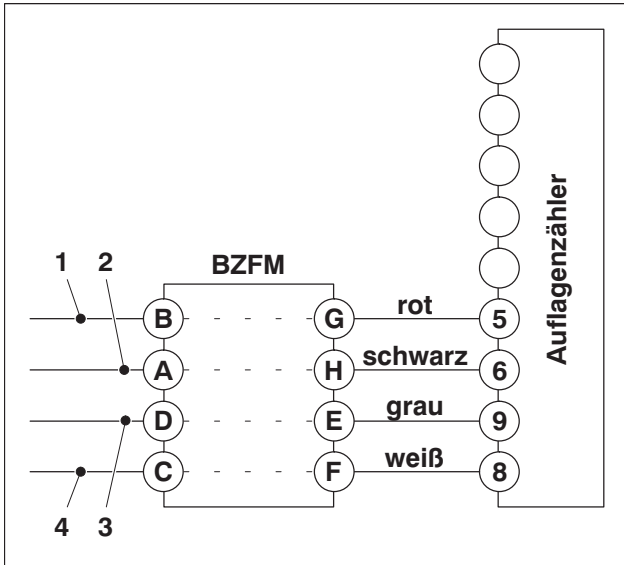
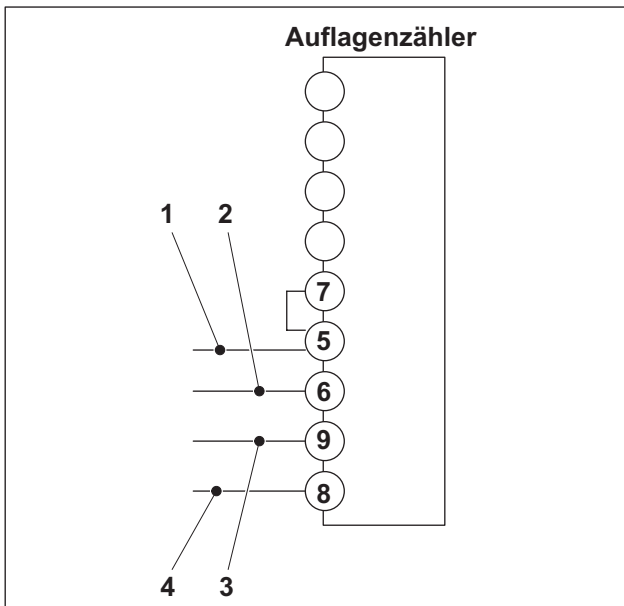

Abb. 22 Vorhandener Zustand: Bogenzähler-Filtermodul BZFM und Auflagenzähler
Abb. 23 Neuer Zustand des Auflagenzählers
3. Beschriften Sie die Leitung (Abb. 22/1), die an der Anschlussklemme B (Abb. 22/B) des Bogenzähler-Filtermoduls BZFM (Abb. 20, 22) angeschlossen ist, mit der Ziffer 5.
4. Beschriften Sie die Leitung (Abb. 22/2), die an der Anschlussklemme A (Abb. 22/A) des Bogenzähler-Filtermoduls BZFM (Abb. 20, 22) angeschlossen ist, mit der Ziffer 6.
5. Beschriften Sie die Leitung (Abb. 22/3), die an der Anschlussklemme D (Abb. 22/D) des Bogenzähler-Filtermoduls BZFM (Abb. 20, 22) angeschlossen ist, mit der Ziffer 9.
6. Beschriften Sie die Leitung (Abb. 22/4), die an der Anschlussklemme C (Abb. 22/C) des Bogenzähler-Filtermoduls BZFM (Abb. 20, 22) angeschlossen ist, mit der Ziffer 8.
7. Klemmen Sie die Leitung (Abb. 22/1), die mit der Ziffer 5 gekennzeichnet wurde, an der Anschlussklemme B (Abb. 22/B) des Bogenzähler-Filtermoduls BZFM (Abb. 20, 22) ab und schließen Sie diese Leitung (Abb. 23/1) an der Klemmleiste Pin 5 (Abb. 23/5) des neuen Auflagenzählers an.
8. Klemmen Sie die Leitung (Abb. 22/2), die mit der Ziffer 6 gekennzeichnet wurde, an der Anschlussklemme A (Abb. 22/A) des Bogenzähler-Filtermoduls BZFM (Abb. 20, 22) ab und schließen Sie diese Leitung (Abb. 23/2) an der Klemmleiste Pin 6 (Abb. 23/6) des neuen Auflagenzählers an.
9. Klemmen Sie die Leitung (Abb. 22/3), die mit der Ziffer 9 gekennzeichnet wurde, an der Anschlussklemme D (Abb. 22/D) des Bogenzähler-Filtermoduls BZFM (Abb. 20, 22) ab und schließen Sie diese Leitung (Abb. 23/3) an der Klemmleiste Pin 9 (Abb. 23/9) des neuen Auflagenzählers an.
10. Klemmen Sie die Leitung (Abb. 22/4), die mit der Ziffer 8 gekennzeichnet wurde, an der Anschlussklemme C (Abb. 22/C) des Bogenzähler-Filtermoduls BZFM (Abb. 20, 22) ab und schließen Sie diese Leitung (Abb. 23/4) an der Klemmleiste Pin 8 (Abb. 23/8) des neuen Auflagenzählers an.
12. Stellen Sie am neuen Auflagenzähler mit einem entsprechend langen Stück Einzelader blau eine Drahtbrücke zwischen der Klemmleiste Pin 5 (Abb. 23/5) und der Klemmleiste Pin 7 (Abb. 23/7) her.